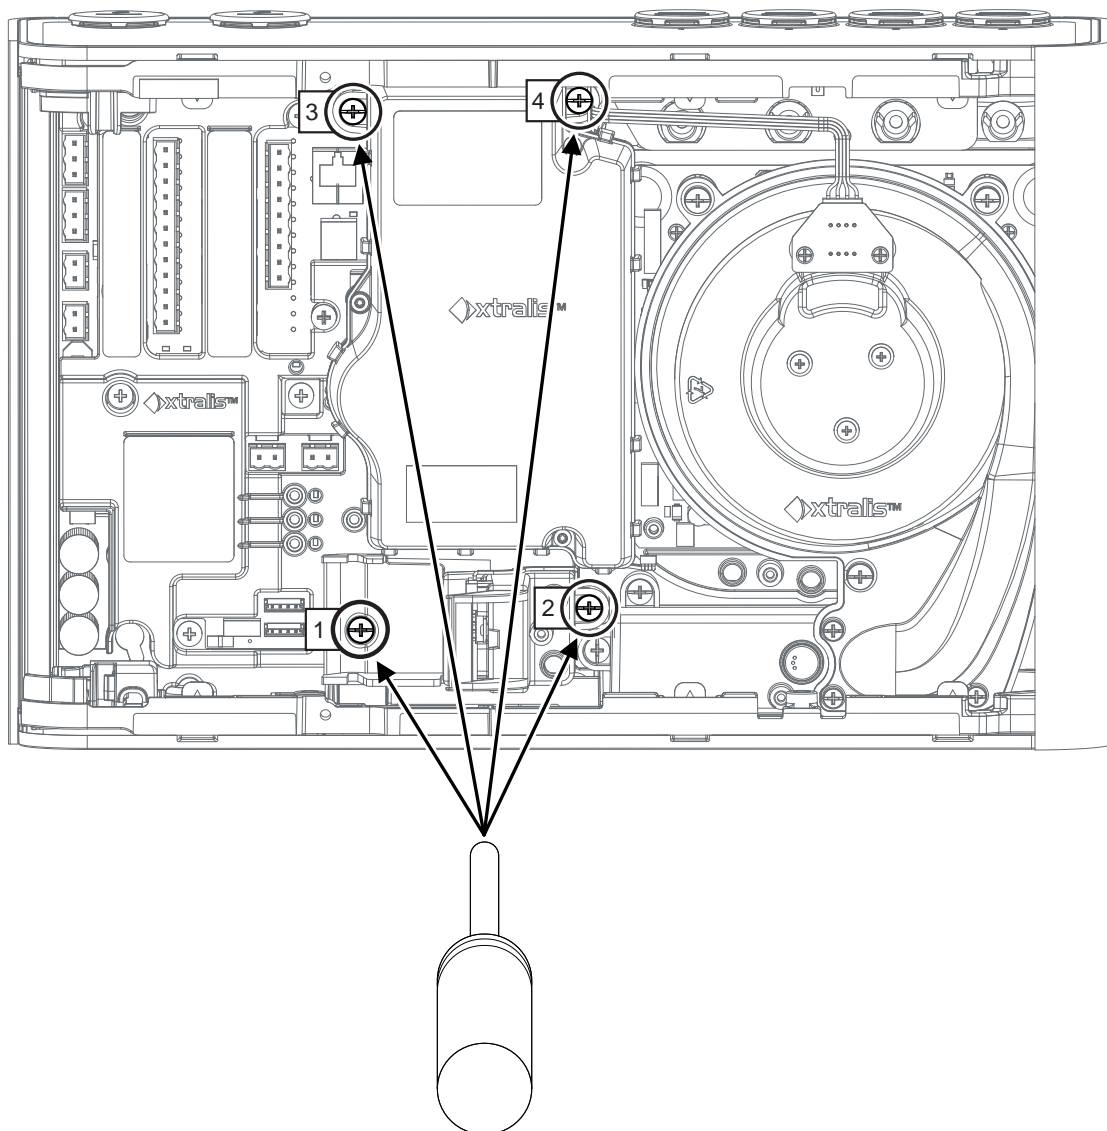

Figura 7-13: Afloje los tornillos de sujeción de la cámara
3. Retire los cuatro tornillos que sujetan la cámara a la base del detector (Figura 7-13).
4. Fije los cuatro tornillos que sujetan la cámara a la base del detector (Figura 7-13).